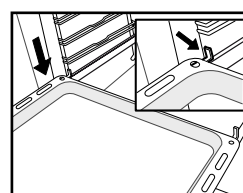

Fig. 5
5. Umieścić akcesoria na szynach (Fig. 5, 6).